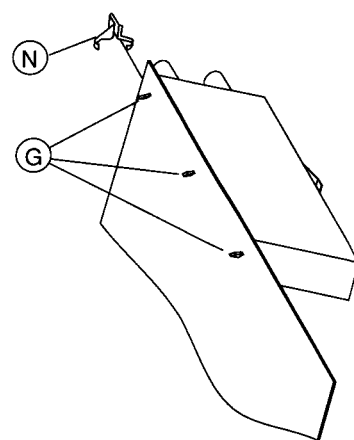

Fig. 8
- Vor dem Austausch der Chassisplatte Massefeder (N) (Fig. 8) entfernen und diese unbedingt am Austauschbaustein anbringen.
- Befestigungslaschen (G) lösen und Tuner/Modulator-Baustein auslöten (Fig. 8).
- Before replacing the Chassis Board, remove the chassis spring (N) (Fig. 8) and ensure that it is fitted to the replacement module.
- Loosen the mounting hooks (G) and unsolder the Tuner/Modulator Module (Fig. 8).